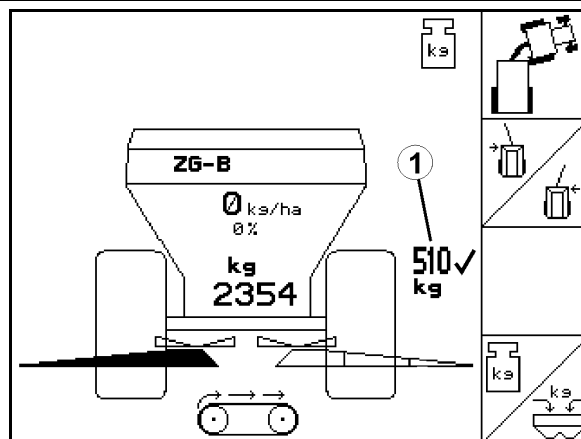

Рис. 24
- В рабочем меню отображается внесённое количество (Рис. 24/1).